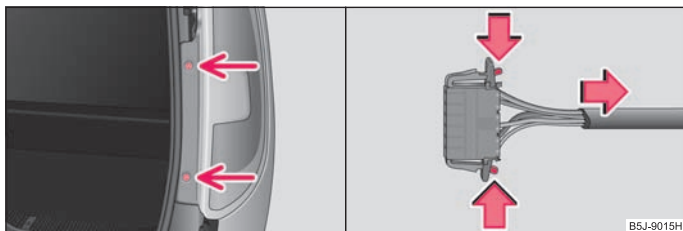

Abb. 172 Heckleuchteinheit ausbauen / Steckverbindung trennen
- Schrauben Sie die Leuchte ab ⇒ Abb. 172 - links.
- Trennen Sie die Steckverbindung ⇒ Abb. 172 rechts.
- Schrauben Sie die Leuchte an ⇒ Abb. 172 links.